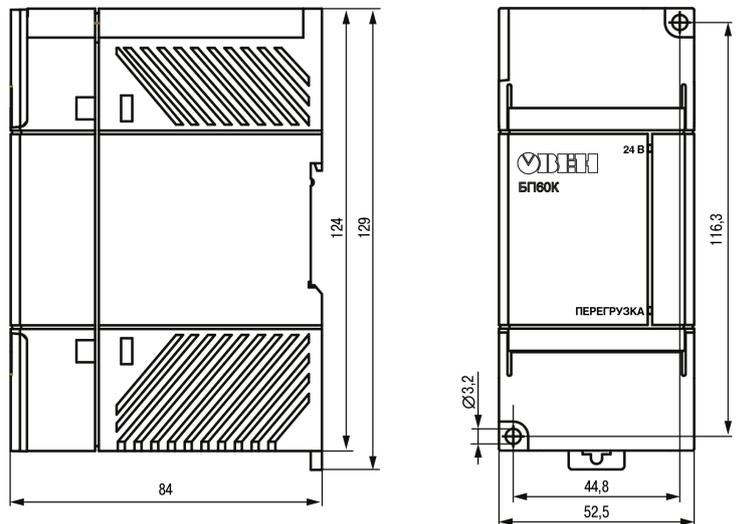

Рисунок 1 – Внешний вид, габаритные и установочные размеры прибора
На лицевой панели прибора (см. рисунок 1) расположены два светодиода. Подробно о режимах индикации и сигнализации см. в разделе 7.
- Убедиться в наличии свободного пространства для подключения прибора и прокладки проводов (см. рисунок 1). Подготовить место на DIN-рейке.
- Убедиться в наличии свободного пространства для подключения прибора и прокладки проводов (см. рисунок 1).